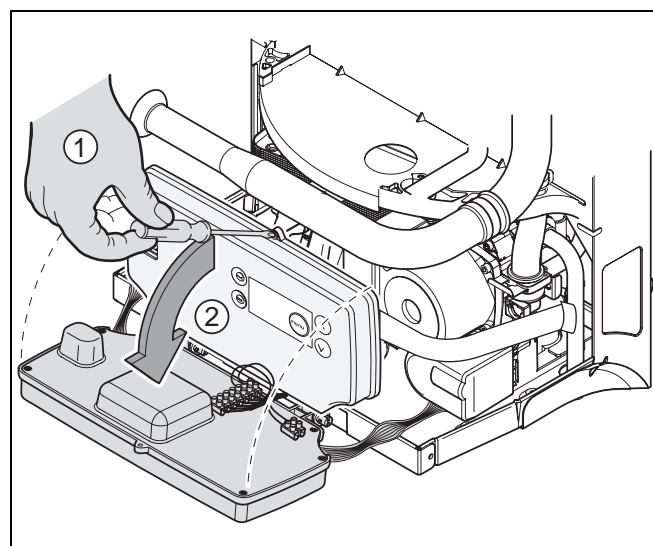

Рис. 17 Откинуть DBA вперед
- Ослабить винт на DBA и откинуть DBA вперед (рис. 17).